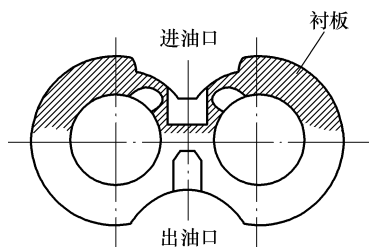

图 3-37 衬板检查
2) 衬板检查。检查衬板的接触面，如果表面损坏或衬板厚度小于规定值，则应更换衬板。衬板厚度规定值为 4.94mm，如图 3-37 所示。